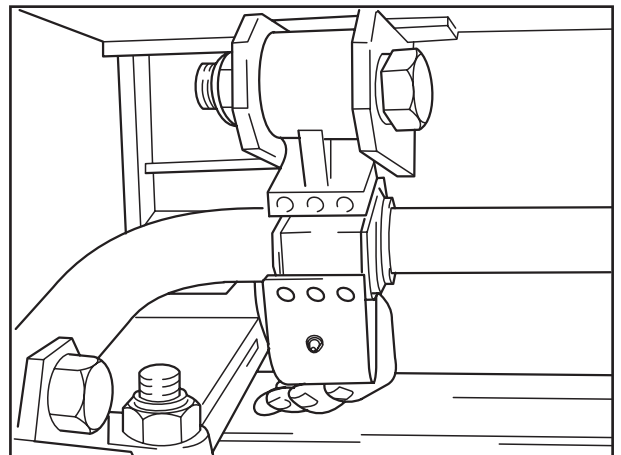

Fig. 8
- [14] Formblech auf die Buchsenhälften aufschieben (Fig. 8).
[14] Fit shaped plate onto the bush halves (Fig. 8).
[14] Pousser la tôle de raccordement sur les demi-douilles (fig. 8).